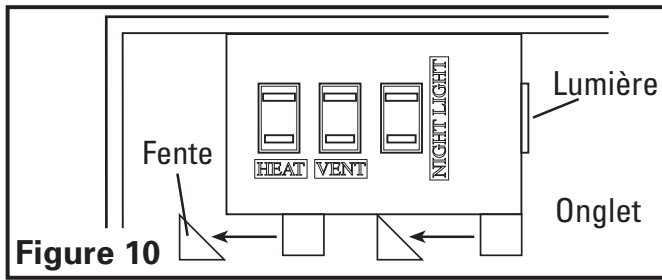

Figure 10
4. Réinstaller le compartiment de câblage en glissant les onglets au bas du couvercle dans les fentes dans le châssis. Assurez-vous que tous les fils sont attachés à l'intérieur du compartiment de câblage et qu'ils ne sont pas coincés ou dénudés. Réinstaller les deux vis enlevées à l'étape 3 de la **SECTION 1 Préparation de l'unité (Figure 10)**.